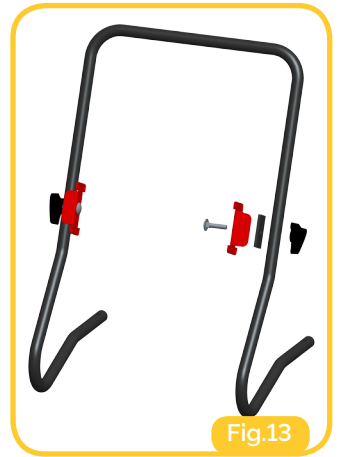

Fig.13
1. Commencer par fixer les étriers et les tampons élastomère sur l'arceau à l'aide des vis $\varnothing 8 \times 35$ et les poignées (livrés dans le sachet de visserie) comme indiqué ci-contre Fig.13.